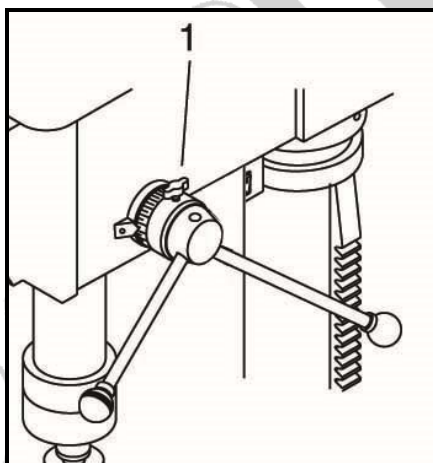

Abb. 19
- Zum Einstellen der Bohrtiefe drehen Sie die Skala für die Bohrtiefe auf die gewünschte Position, fixieren Sie die Skala mit dem Knopf (1). Der Bohrer stoppt nachdem er die eingestellte Bohrtiefe erreicht hat. (Abb.19)